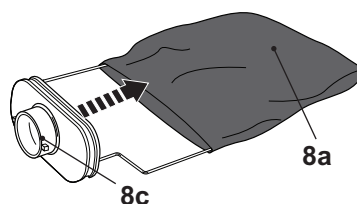

Fig. 10
- > Retirez le sac à poussières (8a) de l'adaptateur du sac à poussières (8c) (Fig.10) en tirant doucement le col élastique et videz les poussières dans un sac-poubelle adapté.